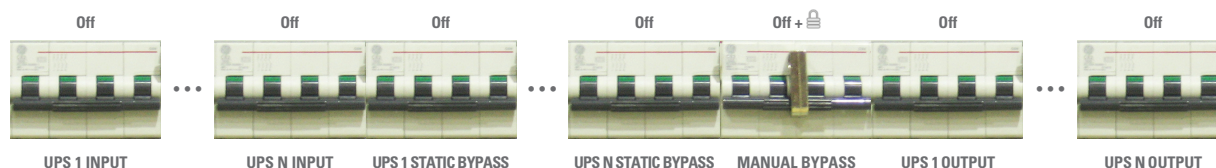

Fig. 10. Posición de los interruptores del cuadro de bypass en «Fuera de servicio» (con varios SAI's).
- Accionar los interruptores «UPS 1 INPUT» a «UPS N INPUT» y «UPS 1 OUTPUT» a «UPS N OUTPUT» del cuadro de bypass a posición «Off». Si además dispone de línea de bypass estático independiente (-B), accionar también los interruptores «UPS 1 STATIC BYPASS» a «UPS N STATIC BYPASS» del cuadro a posición «Off». En la ilustración de la Fig. 10 se muestra la posición en que deben encontrarse los interruptores del cuadro después de la operatoria.